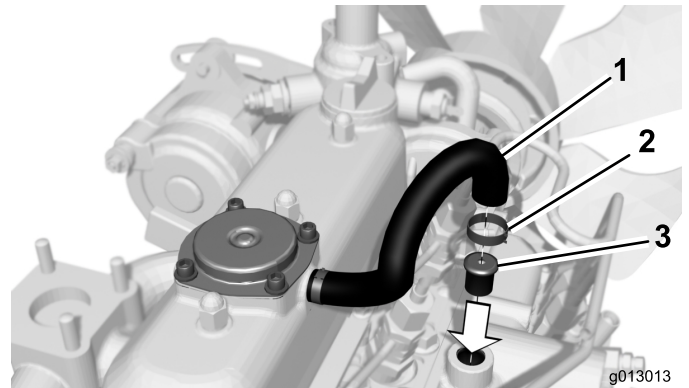

図 2
8. インテーク・マニホールド内でブリーザ・チューブをブリーザ・パイプに接続しているホース・クランプを外す（図 2）。パイプからチューブを抜き取る。
9. ブリーザ・パイプの先端に新しいインテーク・オリフィスを差し込む（図 2）。
7. ブリーザ・チューブがブリーザ・パイプに接続されている付近にごみや異物がないように丁寧にふき取る（図 2）。